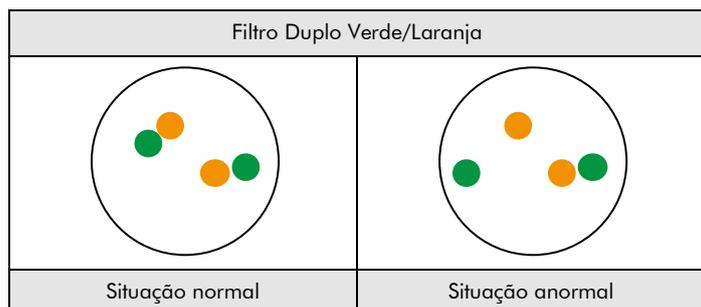

Fig. 2: Resultados esperados em núcleos normais e anormais
**Situação normal:** Em interfases de células normais ou em células sem translocação envolvendo a região do gene EWSR1, são visíveis dois sinais de fusão verde/laranja (ver Fig. 2).
**Situação anormal:** Uma região do gene EWSR1 afectada por uma translocação é indicada por um sinal verde e laranja separados (ver Fig. 2).